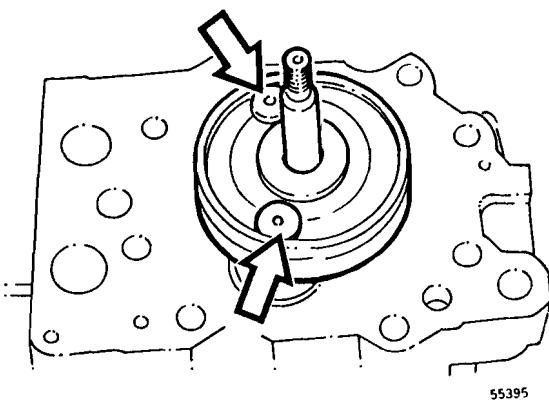

Fig. 55
- 13 Montar la placa de guía en la culata, ver fig. 55. La placa ha de montarse de manera que se centre entre los orificios de los tornillos de fijación de la culata.